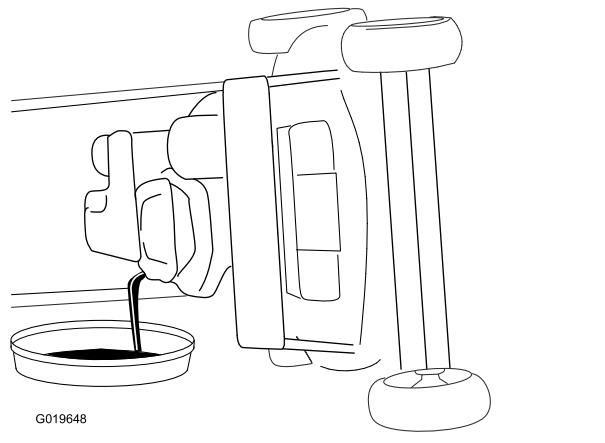

Figure 27
- Basculez la machine sur le côté (filtre à air en haut) pour vidanger l'huile usagée par le tube de remplissage (Figure 27).